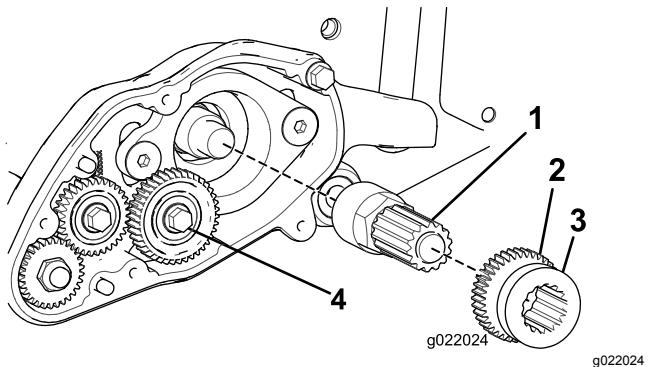

Figura 11
5. Applicate del grasso sintetico (in dotazione con il kit) alla scanalatura maschio del gruppo albero (Figura 11).
6. Fate scorrere la trasmissione con la scanalatura rivolta verso il basso sul gruppo albero (Figura 11).
7. Montate l'ingranaggio tendicinghia a 40 denti (Figura 11).
3. Inserite il gruppo albero nella prolunga dell'albero del cilindro (Figura 11).